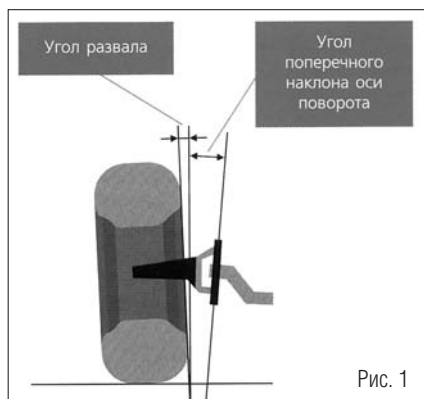

Рис. 1
1. Угол развала (см. рис. 1) – это угол наклона плоскости вращения колеса к вертикали. Обычно в контрольных таблицах нормативов геометрии ходовой части он (и другие параметры тоже)
2. Угол поперечного наклона оси поворота (см. рис. 1) – это угол между вертикалью и проекцией оси, вокруг которой происходит поворот управляемого колеса при работе рулевого управления, на плоскость поперечного сечения автомобиля.